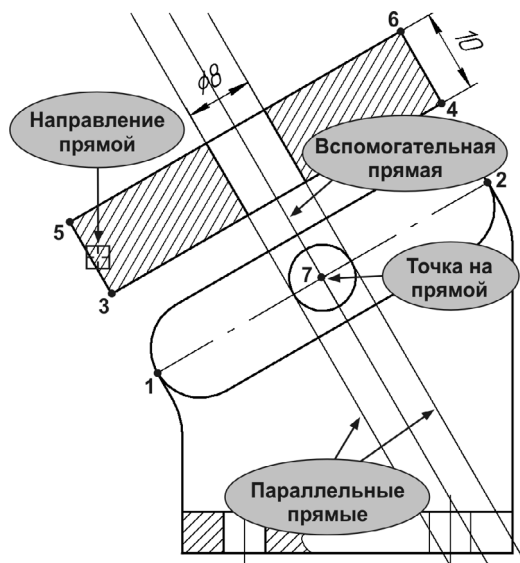

Рис. 28.16. Построение сквозного отверстия
14. Самостоятельно постройте сквозное отверстие (рис. 28.16). Удалите вспомогательные построения, заштрихуйте сечение и проставьте размеры.